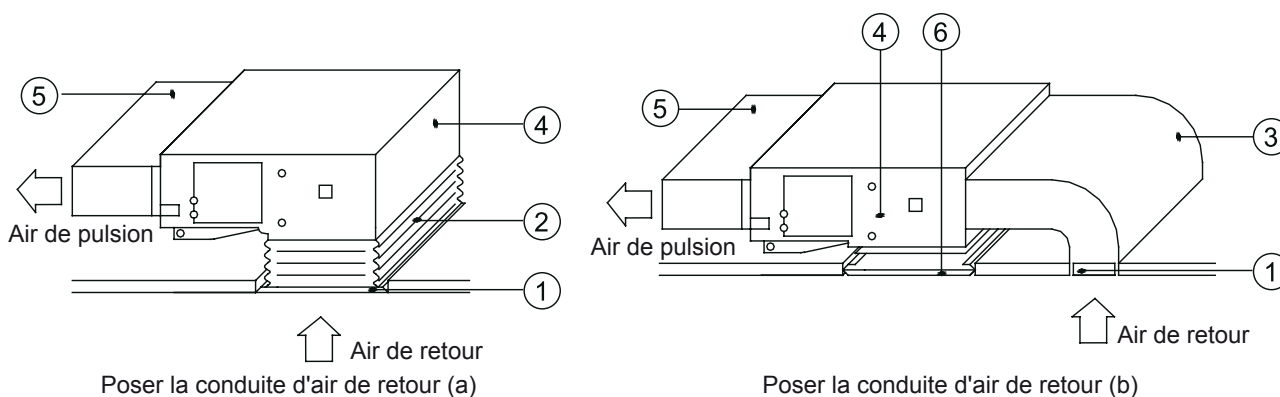

Fig 4.4.10
- (2) Si le retour d'air doit s'effectuer par le bas, inverser les positions du cache rectangulaire et du cache de retour d'air.
- (3) Utiliser une agrafe métallique pour fixer le conduit de retour d'air à l'ouverture de retour d'air de l'unité intérieure. Connecter l'autre extrémité du conduit de retour d'air au volet de retour d'air. Afin d'ajuster la hauteur convenablement, il est possible de réaliser un conduit à raccord flexible et le serrer à l'aide de fil de fer n° 8.
- (4) Le retour d'air par la partie inférieure génère plus de bruit que par l'arrière. Nous vous suggérons donc d'ajouter un silencieux et un carter de pression statique pour réduire le bruit si vous choisissez un retour d'air par le bas.
- (5) Sélectionner l'installation adapté d'après la construction actuel et les besoins de maintenance, comme indiqué sur la Fig 4.4.10.